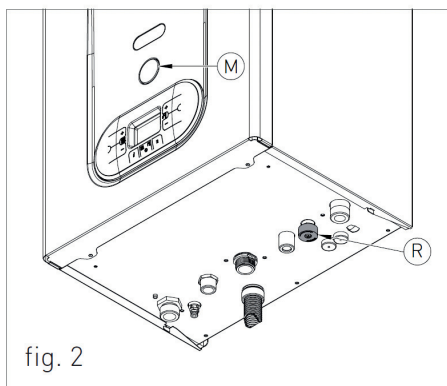

fig. 2
3. Deschideți robinetul de umplere „R” (fig. 2)
5. Folosiți manometrul „M” (fig. 2) pentru a vă asigura că presiunea din sistem atinge 1,2 bar (fig. 4)
6. După efectuarea acestei operațiuni, asigurați-vă că robinetul de umplere „R” (fig. 2) este închis corespunzător
- › demontați carcasa frontală a centralei (consultați capitoul ACCESAREA CENTRALEI); desfaceți șuruburile și îndepărtați placa "A" (vezi fig. 2).
- › după demontarea plăcii, conectați cablurile electrice la borna "B" (vezi fig. 2):